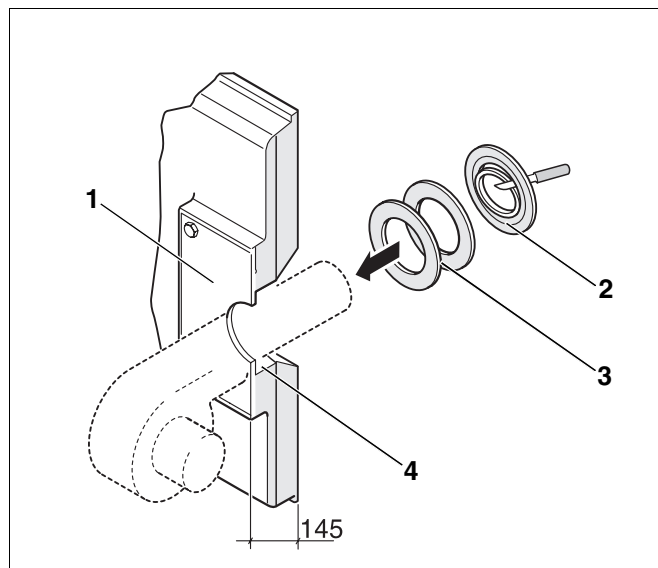

Abb. 66 Brenner montieren (Maß in mm)
- Stahleinlegeplatte (Abb. 66, **Pos. 1**) auf der Baustelle entsprechend dem benötigten Brennerrohrdurchmesser (Ø maximal 270 mm) bohren oder autogen ausschneiden. Löcher für die Brennerbefestigung nach dem Lochbild des Brenneranschlussflansches bohren.
- Isolerringe entsprechend dem Brennerrohrdurchmesser ausschneiden (Abb. 66, **Pos. 2**).
- Den verbleibenden Spalt zwischen Brennertürwärmeschutz und Brennerrohr (Abb. 66, **Pos. 4**) mit den angepassten Isolerringen (Abb. 66, **Pos. 3**) ausfüllen.